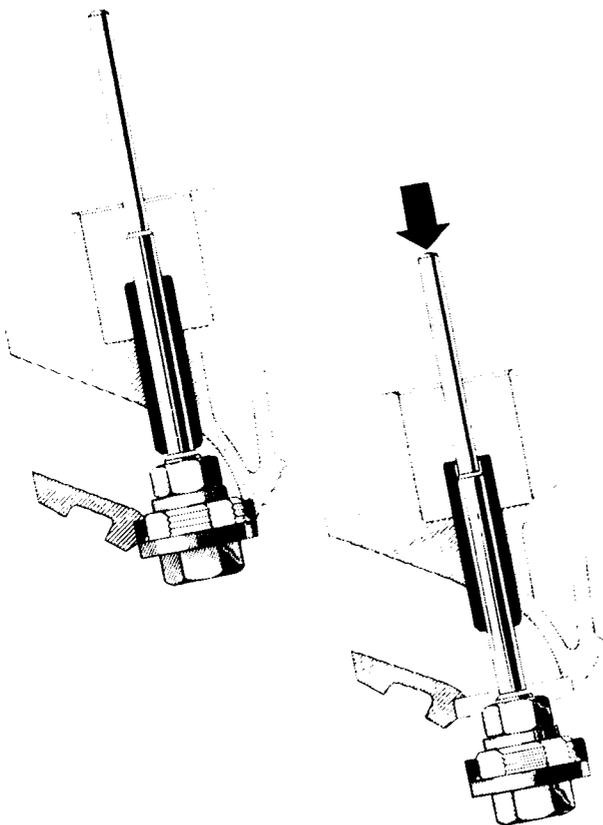

Bild 25
- Spindel des Werkzeuges A.3.0053 zusammen mit dem Gewindeschneider und der Abstandsscheibe montieren (Bild 25). Die grössere Abstandsscheibe wird bei den Einlassventilen verwendet.
- Mit einem Blei- oder Kupferhammer auf die Spindel schlagen und das Werkzeug sowie den Ventilsitzring, wie auf der rechten Seite in Bild 25 gezeigt, heraustreiben.